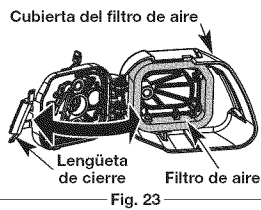

Fig. 23
1. Abra la tapa del filtro de aire haciendo presión sobre la lengüeta de cierre hacia adentro y tirando de la tapa del filtro de aire (Fig. 23).
2. Quite el filtro de aire (Fig. 23).
6. Vuelva a colocar el filtro de aire en la tapa del filtro de aire (Fig. 23).
7. Cierre la tapa del filtro de aire haciéndola girar hacia la izquierda y luego haciendo presión sobre la lengüeta de cierre hacia abajo hasta que caiga en su lugar (Fig. 23).